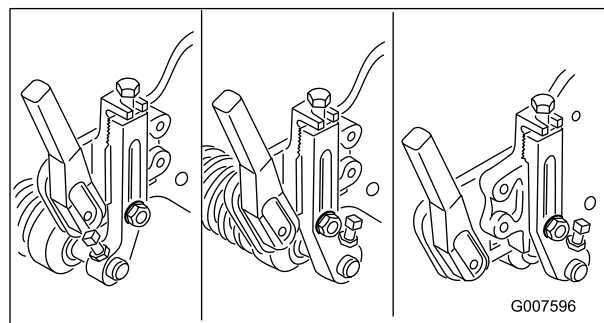

図 50
**注** 芝刈り作業の種類や好みにより、前ローラの取り付け方は、以下の3種類から選択します (図 50)。